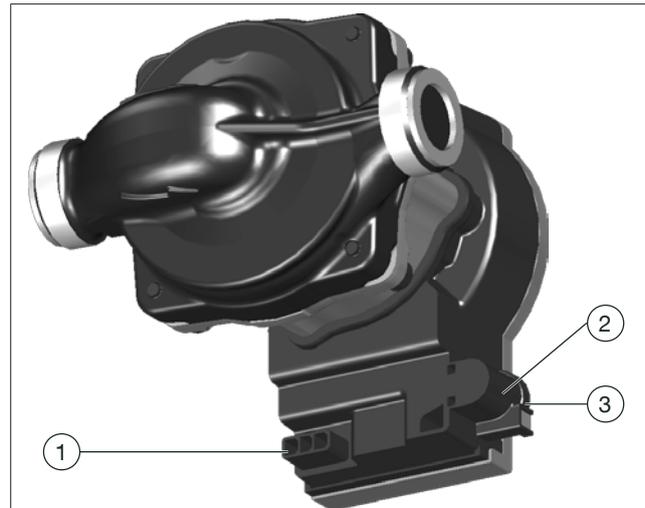

Abb. 2: Elektrische Anschlüsse
Um die Stecker für den Anschluss Spannungsversorgung (Position (1) in Abb. 2 auf Seite 6) und den Stecker für den Anschluss Steuerleitung (Position (3) in Abb. 2 auf Seite 6) einfacher lösen zu können, bietet es sich an, die Pumpe leicht nach vorne zu drehen.
3. Lösen Sie die Steckerverbindungen von der Pumpe (Siehe Abb. 2 auf Seite 6).